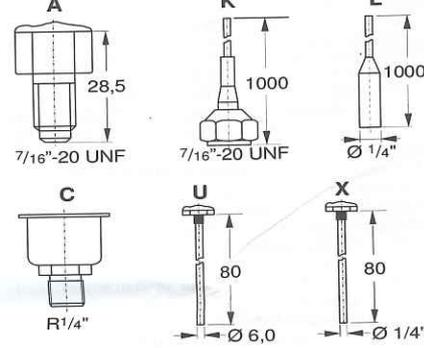
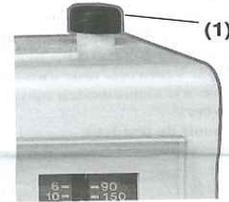

Fig. 4
Fig. 6b
Collegamenti elettrici (Fig. 4)
- Reset Manuale (interno): rimuovere l'involucro di plastica e premere il pulsante di reset (2) come da fig. 6b.
- Reset universale: rimuovere l'involucro e posizionare l'interruttore nella posizione desiderata (reset manuale (3) o automatico(4)).
Leva di controllo (5) (fig. 4)